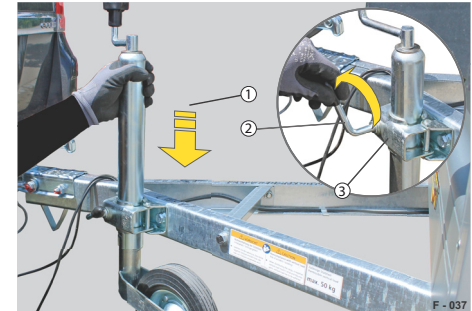

Abb. 11 Stützrad herunterstellen
- Knebelgriff (Abb. 11/2) aufdrehen und dabei den Zylinder (Abb. 11/1) festhalten.
- Zylinder herunterlassen, dass die Klemmschelle (Abb. 11/3) arretiert werden kann.